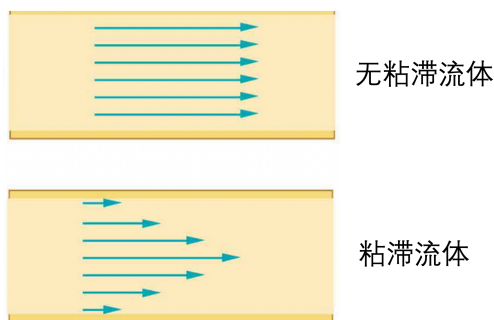

图 19. 水平圆管中的流速分布
4. 哈根-泊肃叶定律 (*Hagen-Poiseuille's law*) 根据伯努利原理，理想流体不需要压力即可流过均匀的水平管道。但是由于流体的粘滞效应，流体在管道中流动时会收到管壁的粘滞力的拖拽 (图 19)，因此需要提供一定压力差。泊肃叶定理描述了充分长的圆形管道中不可压缩流体的流量与管道两端压力差之间的关系，